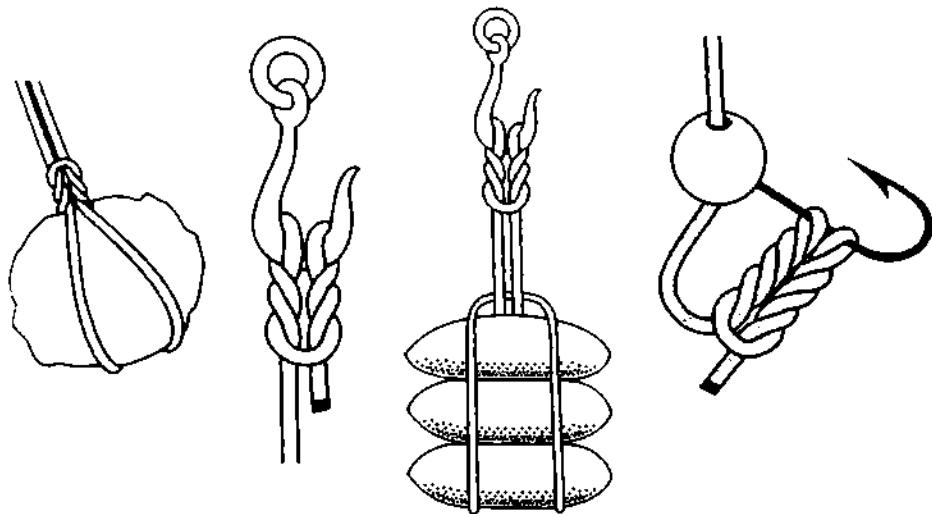

Рис. 601. Кошачьи лапки в работе.
**Кошачьи лапки** очень старый узел. Узел хорош тем, что когда он затягивается, то он не сдвигается вдоль опоры. Поэтому **кошачьи лапки** обычно применяют для крепления стропа к гаку (рис. 601). Строп, крепко обжимая «лапками» гак, не соскальзывает с него и не развязывается, когда прекращается тяга. На каждой «лапке» достаточно сделать два оборота, но если необходимо укоротить длину стропа, то перекрутов может быть и больше. **Кошачьи лапки** одинаково хорошо держат как на мягкой, так и на жёсткой верёвке, но верёвка по возможности должна быть мягкой, так как она лучше гнётся при перекручивании. **Кошачьи лапки** отлично держат даже на гладкой синтетической верёвке.